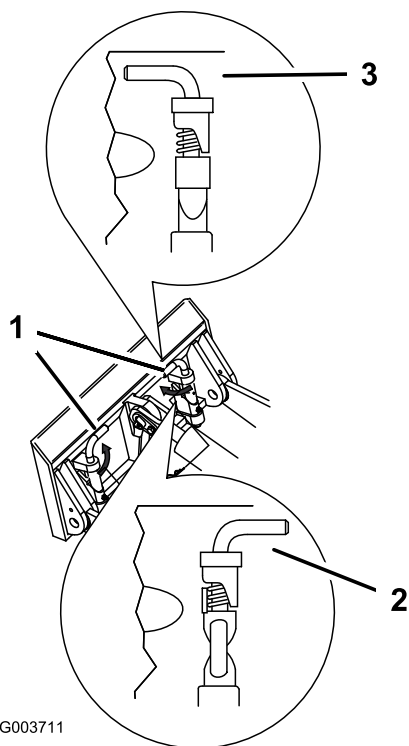

図 17
7. クイック取り付けピンを取り付けプレートにはめ込み、確実にはまっていることを確認する **図 17**。